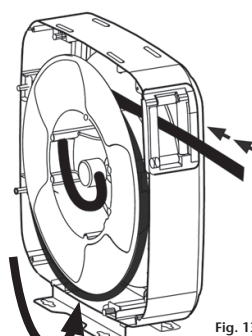

Fig. 13
2. Wind the hanging hose into the reel (fig. 13).
2. Lågg upp den utdragna slangen på trumman (fig 13).
2. Wickeln Sie den herunterhängenden Teil des Schlauches auf die Trommel (Fig. 13)